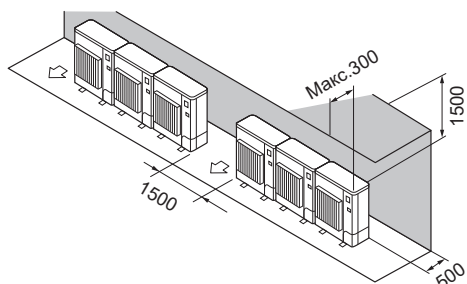

Fig. 2-14
- ② Кедергілер тек артқы жағында және одан жоғарыда (Fig. 2-14)